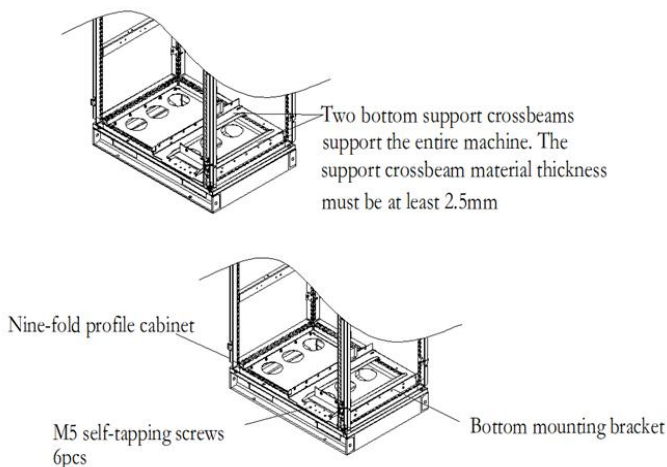

Рис. 4-11 Схема монтажного кронштейна основания 47
| 2 | Закрепите нижние опорные перекладины и монтажный кронштейн в шкафу (см. рис. 4-11). 47                                                                                                                                                                        |
2. Закрепите нижние опорные перекладины и монтажный кронштейн (см. рис. 4-11). 47